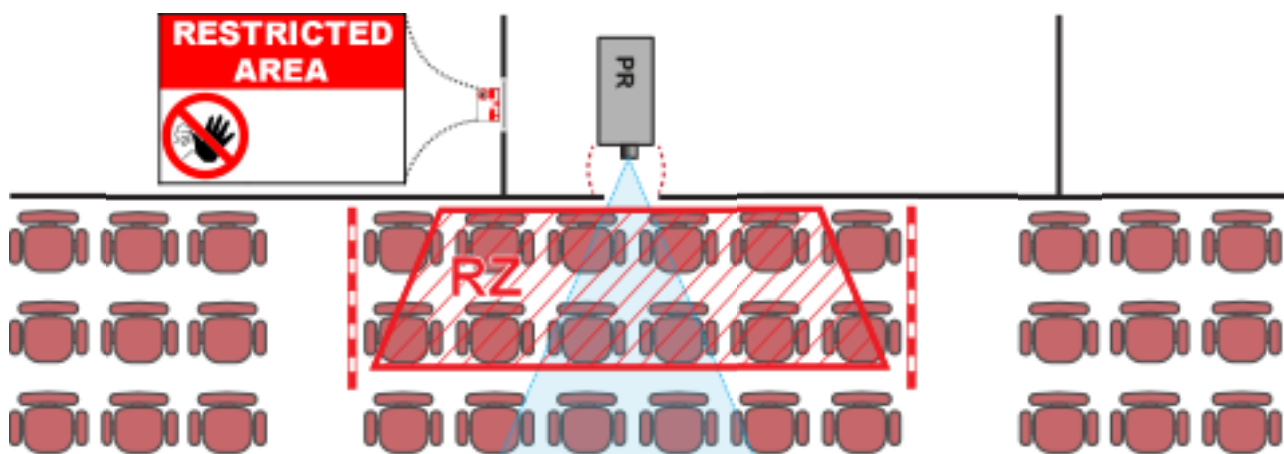

Abbildung 1-2
Abbildung 1-2 zeigt eine typische Einrichtung. Es muss verifiziert werden, dass diese Mindestanforderungen erfüllt sind. Ggf. muss eine Sperrzone (RZ) am Veranstaltungsort eingerichtet werden. Hierzu kann eine physische Absperung, z. B. ein rotes Seil, wie in Abbildung 1-2 gezeigt verwendet werden.